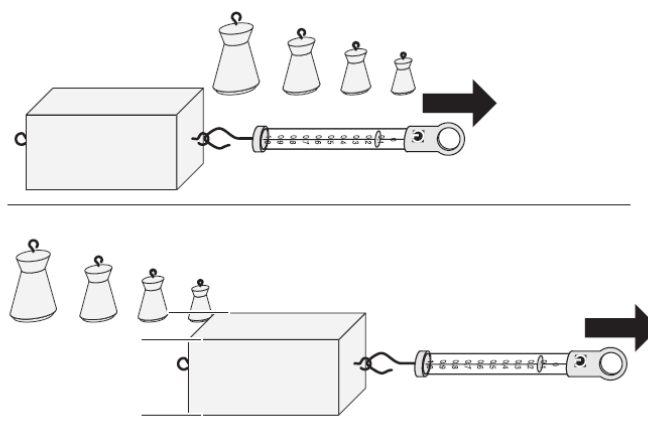

Рис. 2 Измерение максимальной силы трения покоя (верх) и силы трения скольжения (низ) в зависимости от силы тяжести.
8. Поместите большой брусок поверхностью покрытой пластиком на рабочий стол и измерьте максимальную силу трения покоя и силу трения скольжения (см. Рис.2).